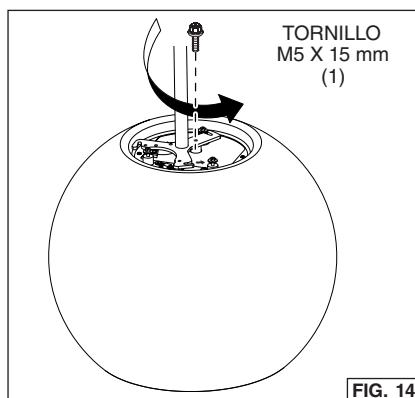
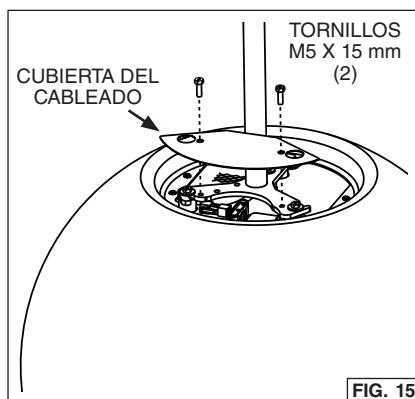

FIG. 14
FIG. 15
4. Gire el cuerpo de la campana hasta que los tres (3) tornillos M5 encajen con las ranuras del soporte de montaje. Apriete los tornillos. Fig.14.
5. Instale y apriete (1) M5 x 15 mm tornillo a través del orificio practicado en una pierna del soporte de montaje y en el cuerpo de la campana de extracción.
8. Alinee la cubierta del cableado con los orificios del soporte de montaje de la varilla. Fig.15.
9. Fíjela con dos (2) tornillos M5 x 15 mm.